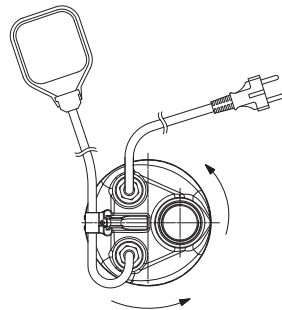

Рис. 6
3. При пуске следить на направлением (если смотреть сверху насоса), в котором насос совершает движение (рывок). Направление вращения считается правильным (совершаемым по часовой стрелке), если цилиндрический кожух насоса совершает движение против часовой стрелки, смотрите рис. 6.